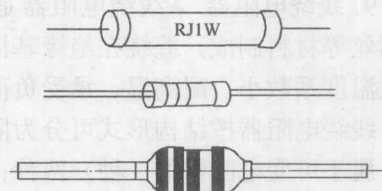

图 1-6 金属膜电阻器的外形
2. 金属膜电阻器 金属膜电阻器是采用金属膜作为导电层, 也属于膜式电阻器的一种。它是用高真空加热蒸发(或高温分解、化学沉积、烧渗等)技术, 将合金材料(有高阻、中阻、低阻三种)蒸镀在陶瓷骨架上制成的。通过刻槽或改变金属膜厚度, 可以控制电阻值的大小。金属膜电阻器的外形如图 1-6 所示。